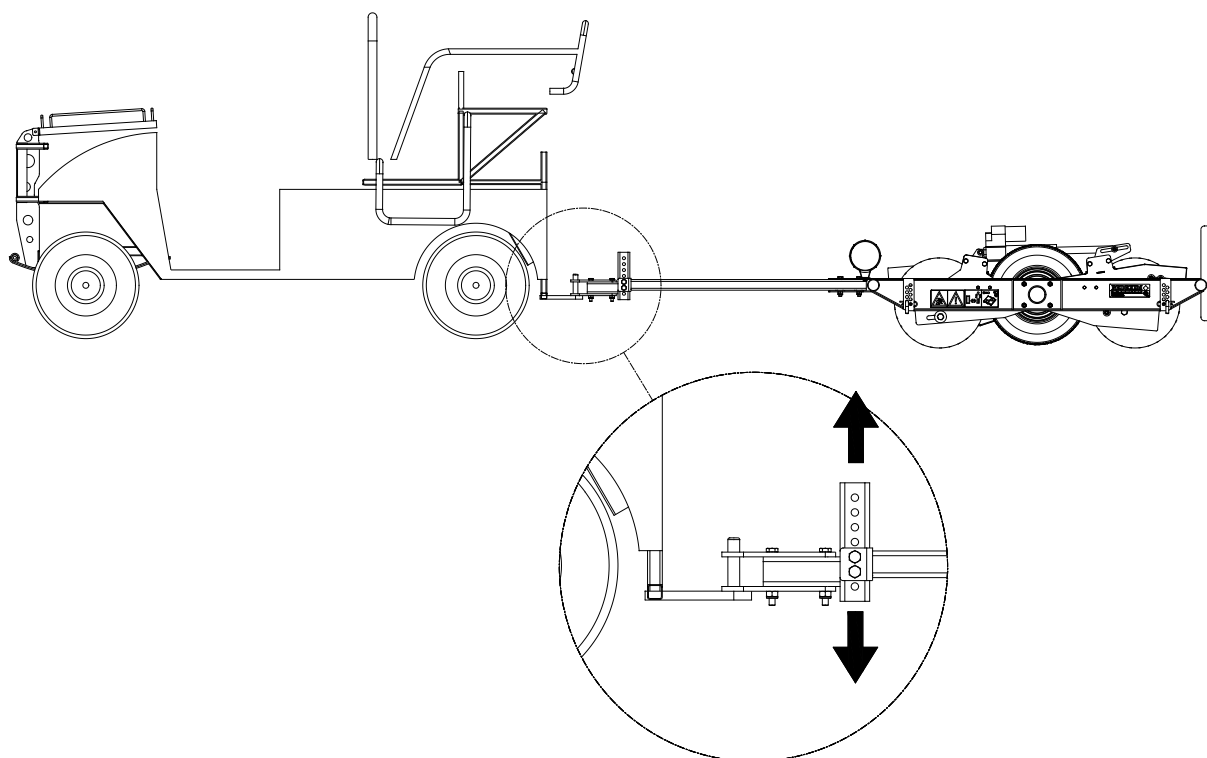

Fig. 9
3. Quindi controlla che la Speed-Brush sia in posizione orizzontale. In caso contrario, è possibile effettuare questa impostazione allentando i due bulloni e selezionando una posizione più alta/più bassa (fig. 9).